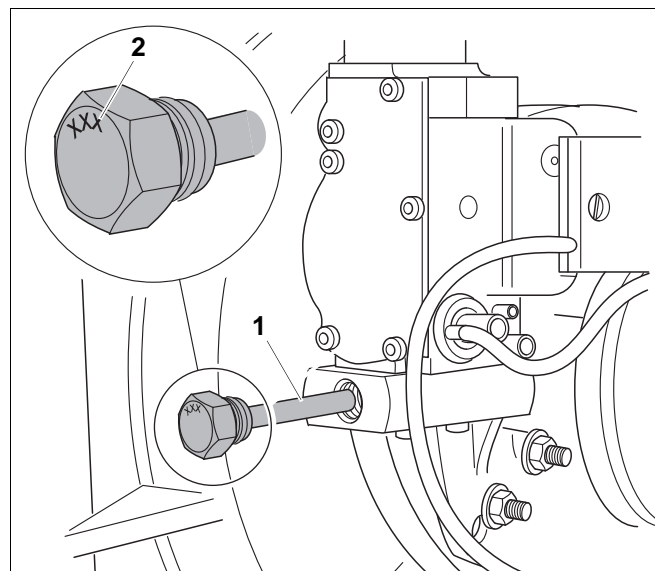

Рис. 23 Переход на природный газ L, замена газовых дросселей
Горелка имеет заводскую настройку на природный газ Н. Для перехода на природный газ L нужно заменить газовые дроссели (см. рис. 23).
- Проверьте обозначение газового дросселя (рис. 23, поз. 2) по табл. таб. 8.
- Ключом на 16 мм выверните газовые дроссели (рис. 23, поз. 1).